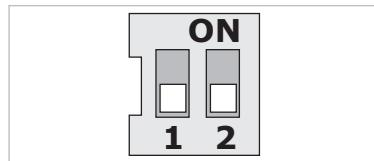

Fig. 22 : Interrupteurs DIP
Les interrupteurs DIP (fig. 9, pos. 6/fig. 22) se trouvent sous le capot du boîtier.